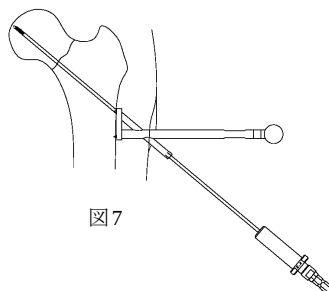

図7
- 1) アンゲルガイドを骨面に設置し、24 ガイドピンを骨頭軟骨下骨直下まで挿入します。(図7)